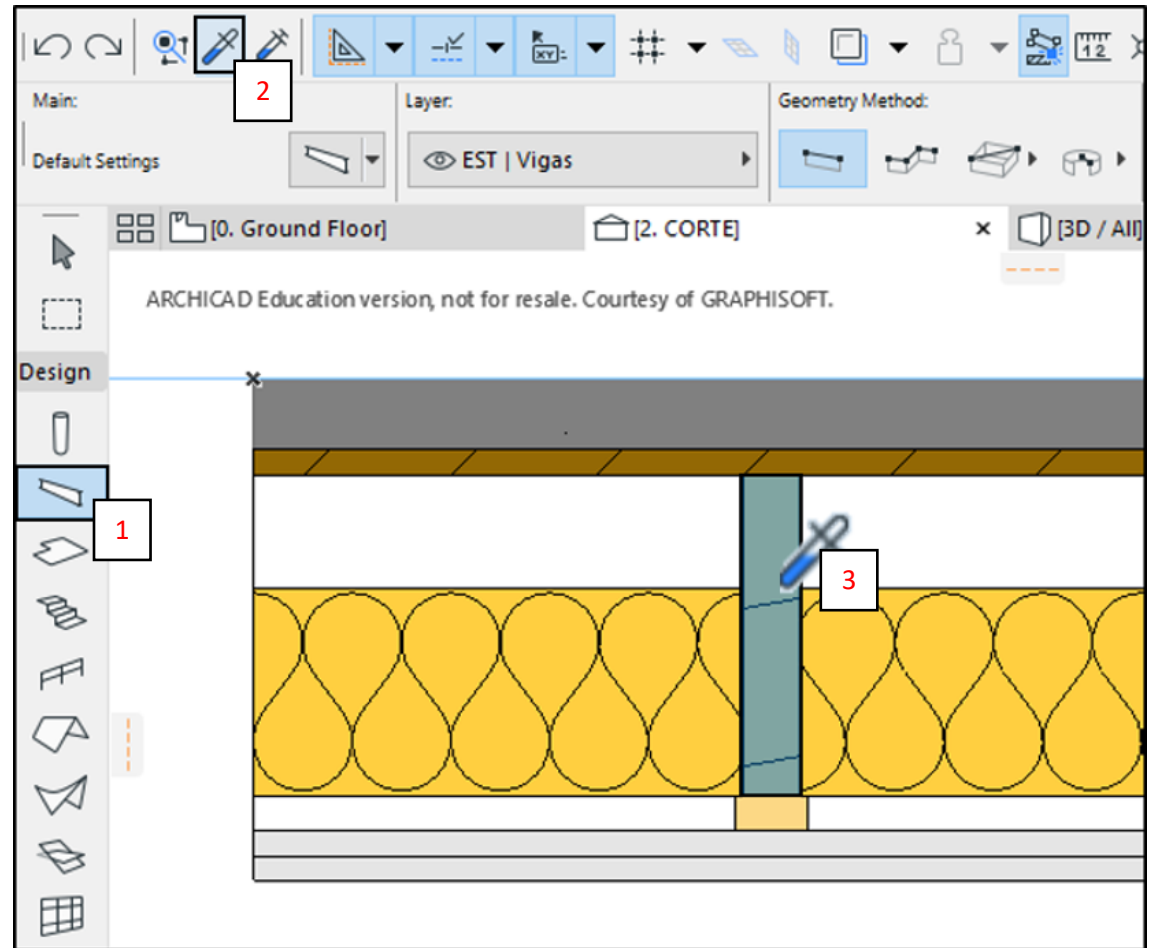

Fig. 18
- En la vista en Corte del módulo de la solución, ir a la *Paleta de Herramientas* y seleccionar **Beam Tool** (1). (*Fig. 18*)
- Luego en la *Barra de Herramientas Estándar*, elegir la herramienta **Pick Up Parameters** (2). (*Fig. 18*)
- Pinchar la viga de madera del módulo de solución constructiva insertada (3). (*Fig. 18*)